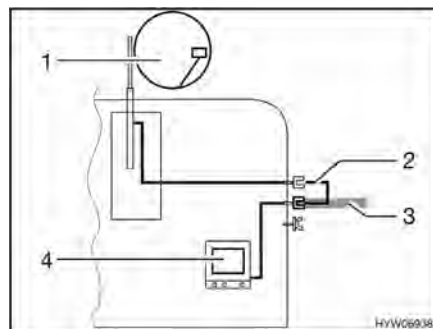

Fig. 110 TV en el vehículo
- TV en el vehículo (Fig. 110,4): Conexión a la antena del techo (Fig. 110,1) con el cable de conexión (Fig. 110,2)
- TV en el vehículo (Fig. 110,4): Conexión a antena externa (Fig. 110,3)